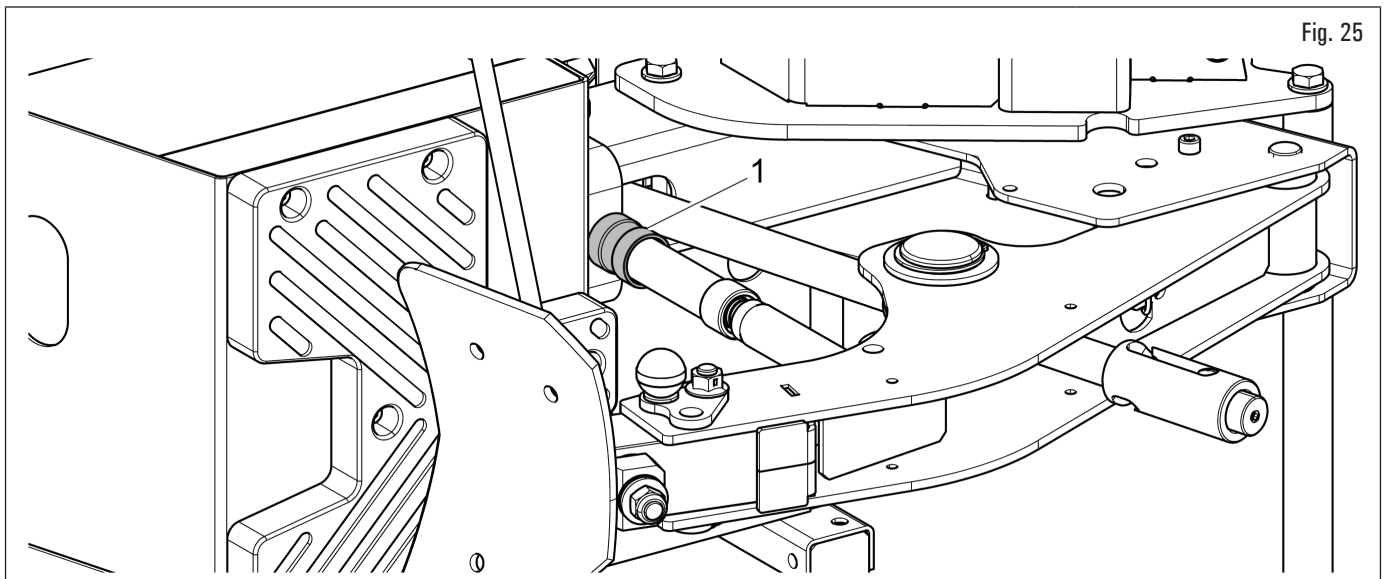

Fig. 25
2. regular la carrera del limitador del destalonador actuando sobre su virola de regulación (Fig. 25 ref. 1), de manera que la paleta pueda penetrar más allá del borde de la llanta hasta una altura igual a la altura de una cuña del alargue del destalonador;